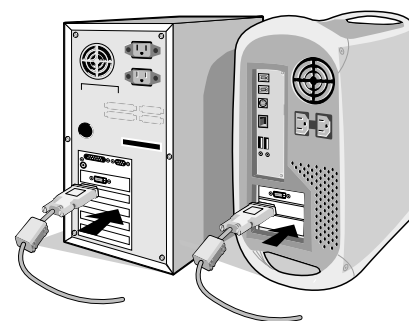

Figura A.1
2. Collegare il cavo dei segnali DVI al connettore della scheda video del sistema (**Figura A.1**). Serrare tutte le viti.